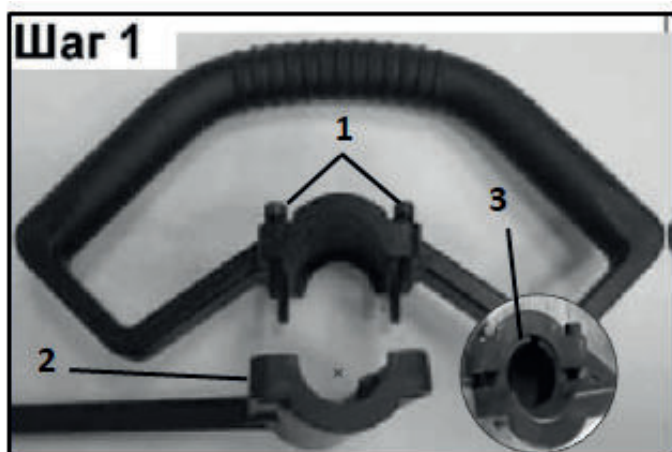

Рис.2
Рис. 2а
- Шестигранным ключом из комплекта поставки, вывинтите четыре винта (1) из дополнительной рукоятки и демонтируйте крышку с упором (2) (Рис.2).
- Установите в крышку рукоятки два резиновых амортизатора (3) из комплекта поставки, как показано на Рис. 2.
- Установите дополнительную рукоятку (4) на верхнюю штангу (5).
- Установите нижнюю крышку с упором (2) в сборе с амортизаторами (3) на штангу (5) совместив крепёжные отверстия и винты с рукояткой (4) и зафиксируйте ее винтами (1) (Рис.2а).
- Установите желаемое положение дополнительной рукоятки на верхней штанге (5) и зафиксируйте это положение плотно затянув винты (1)